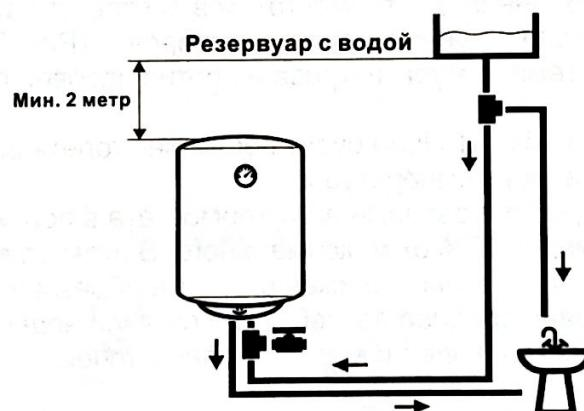

Рис. 2 Схема установки подключением к открытому резервуару
- 6.2.8. При подсоединении к открытому резервуару с водой (Рис. 2) вода поступает в водонагреватель самотеком из резервуара. При данном варианте подсоединения предохранительный клапан не обязателен.